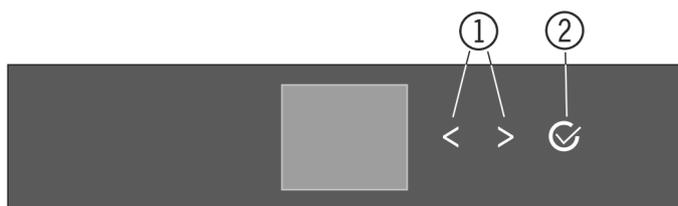
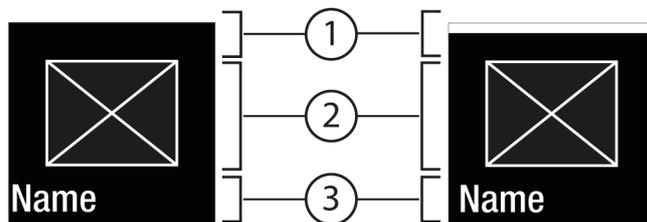
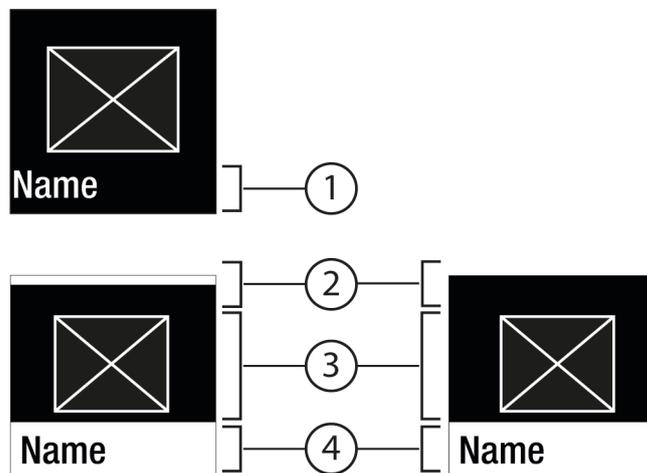

Fig. 5
Fig. 6
Fig. 7
- (1) Навигационная стрелка влево / вправо
- (2) Подтвердить
Навигационная стрелка влево / вправо Fig. 5 (1):
Подтвердить Fig. 5 (2):
- Навигация при помощи навигационной стрелки влево / вправо Fig. 5 (1).
- С помощью Подтвердить Fig. 5 (2) вызвать Подменю Fig. 7 (4).
- Установка нового значения: С помощью Подтвердить Fig. 5 (2) выбрать деактивированное значение Fig. 6 (1).
- Назад в меню: С помощью Подтвердить Fig. 5 (2) выбрать уже активированное значение Fig. 6 (2).
- ▶ Навигационные стрелки *Fig. 5 (1)* нажимайте до тех пор, пока не появится индикация функции.
- ▶ Нажмите на Подтвердить *Fig. 5 (2)*.
- ▶ С помощью навигационных стрелок *Fig. 5 (1)* выберите значение настройки.
- ▷ Состояние: активировано *Fig. 6 (1)* появляется ненадолго в Подменю *Fig. 7 (4)*.
- ▶ Нажимайте навигационные стрелки *Fig. 5 (1)* до тех пор, пока не появится индикация настроек .
- ▶ Нажимайте навигационные стрелки *Fig. 5 (1)* до тех пор, пока не появится индикация требуемой настройки.
- ▶ Нажмите и удерживайте в течение 3 секунд Подтвердить *Fig. 5 (2)*.